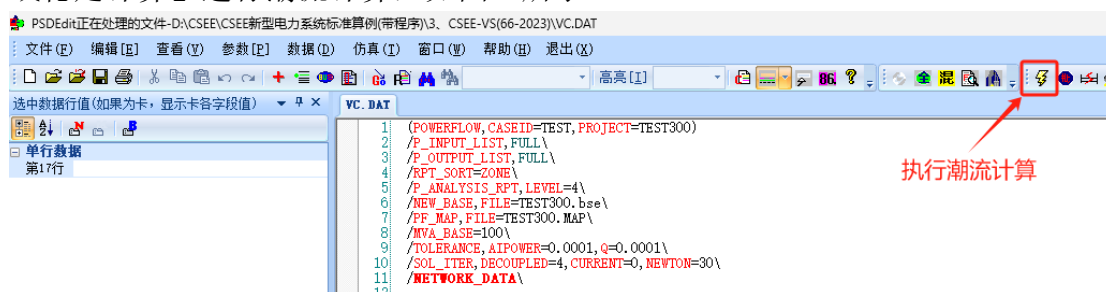

图 3 执行潮流计算
1) 以电压崩溃场景为例, 利用 PSDEdit 打开 VC.dat 文件。点击【执行潮流或稳定计算】进行潮流计算, 如图 3 所示。